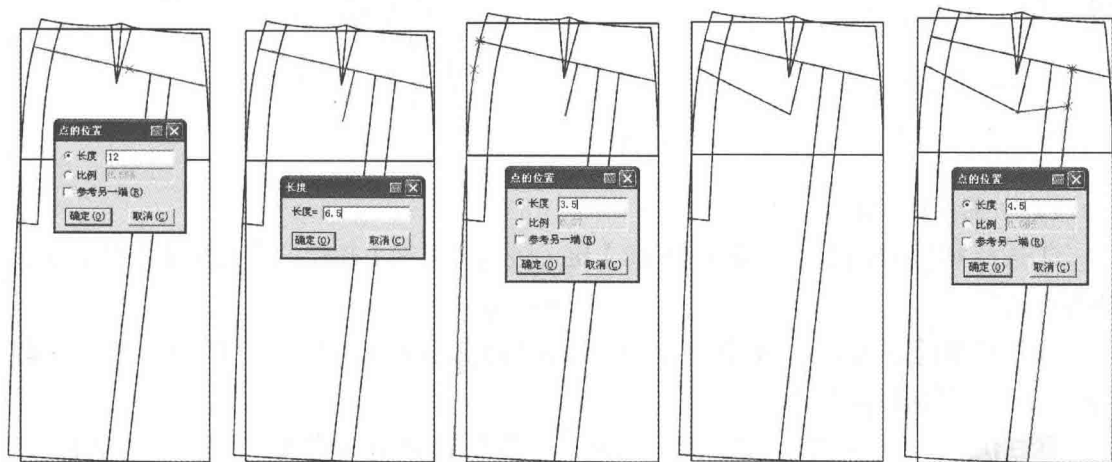

图6-75 画装饰袋盖
(13) 装饰袋盖(图6-75)。
①选择 \square 【智能笔】工具按着【Shift】键,进入【三角板】功能。在后片分割线12cm处画袋盖尖宽6.5cm。
②选择 \square 【智能笔】工具在侧缝线分割处3.5cm经袋盖尖点与装饰线4.5cm处画好装饰袋盖。